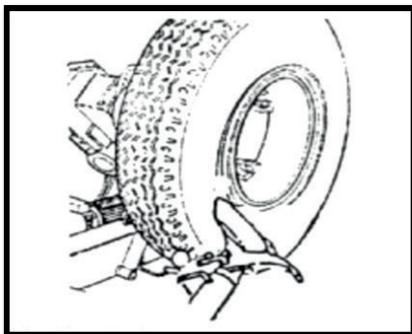

Рис. 10-13
3. Установите диск для отрыва борта рядом с ободом (рис. 10-13).